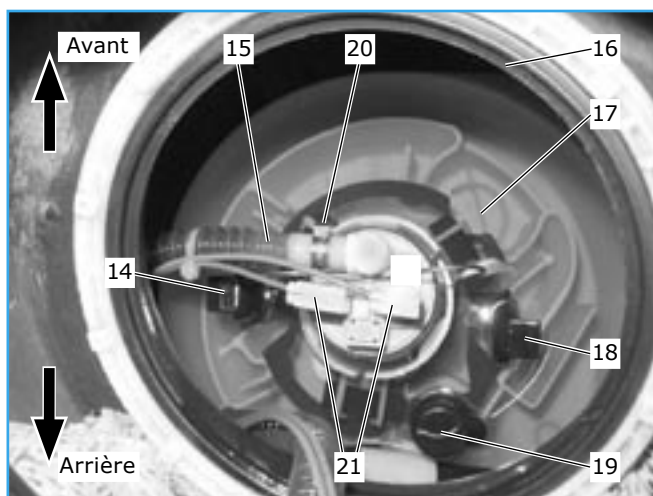

Fig. 14
- Poussez la nouvelle pompe avec la douille (23) dans le support (25).
☞ Pour un montage correct, reportez-vous à la figure 14. Vue de haut, la soupape de sûreté (19) est dirigée vers le bas à droite et le raccord du tuyau de refoulement vers la gauche.
Pour un montage correct, reportez-vous à la figure 14.